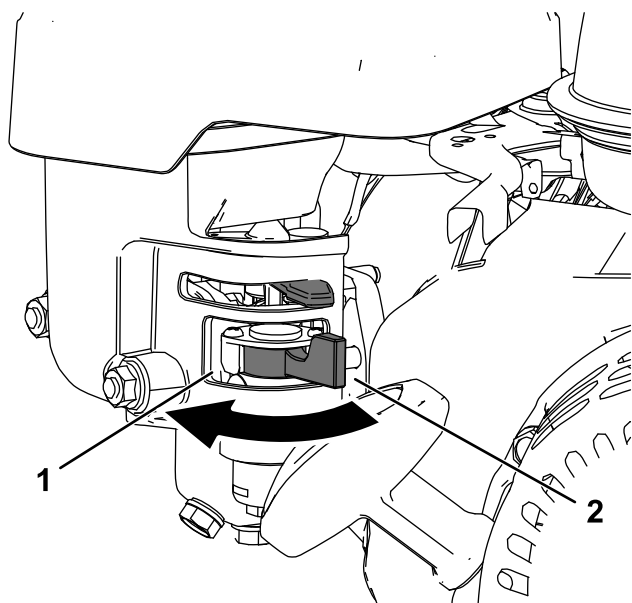

Bild 13
- Um das Kraftstoffventil zu öffnen, drehen Sie den Hebel am Kraftstoffhahn in Richtung des Rücklaufstartergriffs (Bild 13).
- Um das Kraftstoffventil zu schließen, drehen Sie den Hebel am Kraftstoffhahn vom Rücklaufstartergriff weg (Bild 13).